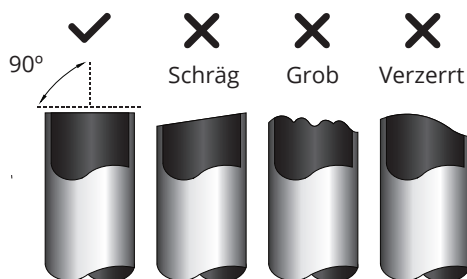

Abb. 7.4
1. Achten Sie darauf, dass Sie das Rohr in einem exakten Winkel von  $90^\circ$  schneiden. Siehe dazu Abb. 7.4 mit Beispielen mangelhafter Schnitte